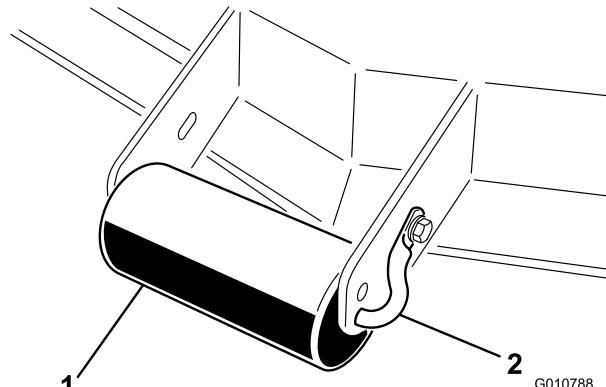

Figura 10
- Retire el tornillo de caperuza y la tuerca que fijan el eje del rodillo al soporte de la unidad de corte (Figura 10).